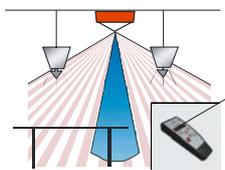

Bild 8
- Mit QuickSet plus im Menu „Helligkeit“ die Werte in aufsteigender oder absteigender Reihenfolge zum Melder schicken (Bild 8).
- With QuickSet plus, send the values to the detector in ascending or descending order in the "Brightness" menu (Figure 8).